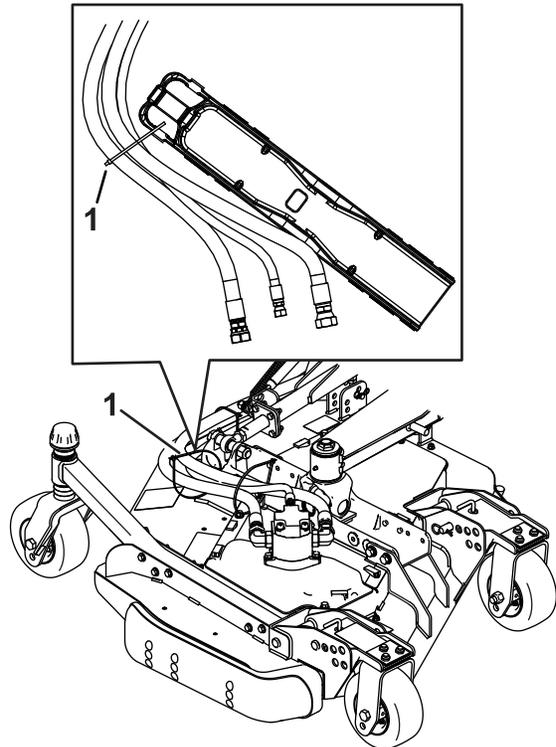

Bild 5
12. Montieren Sie den Kabelbinder (**Bild 5**).